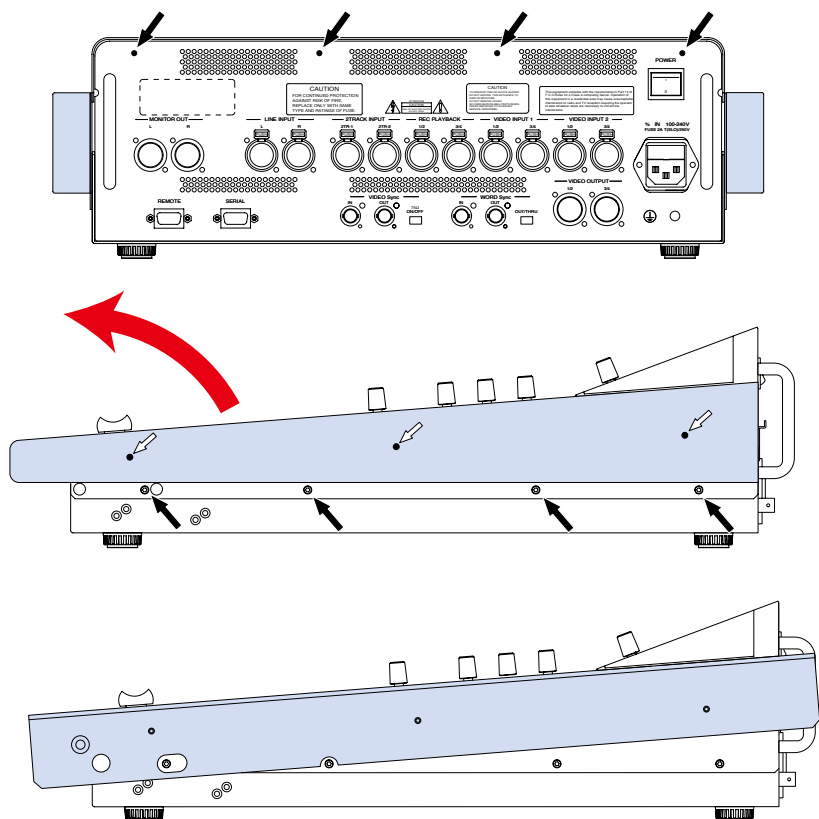

図 2-1 ラック・マウント・ブラケットの取り付け
2. 図 2-1 のように DB-16P の背面と両側面からねじ各 4 本（黒矢印）外す。